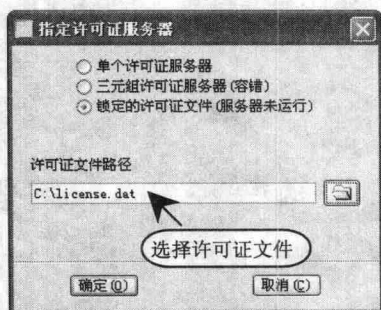

图 1-7 【指定许可证服务器】对话框
(6) 单击 **添加** 按钮, 弹出【指定许可证服务器】对话框, 选中【锁定的许可证文件 (服务器未运行)】单选按钮, 再单击【文件夹】按钮 , 选择许可证文件, 如图 1-7 所示。